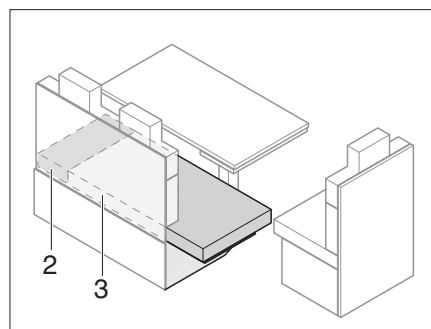

Fig. 142 Dopo l'estrazione
- Tirare i cuscini del divano (Fig. 142,3) sulla prolunga del divanetto.
- Posizionare i cuscini aggiuntivi (Fig. 142,2) tra i cuscini del divano (Fig. 142,3) e la parete esterna.
- Togliere i cuscini aggiuntivi (Fig. 142,2).
- Tirare i cuscini (Fig. 142,3) sul divanetto.